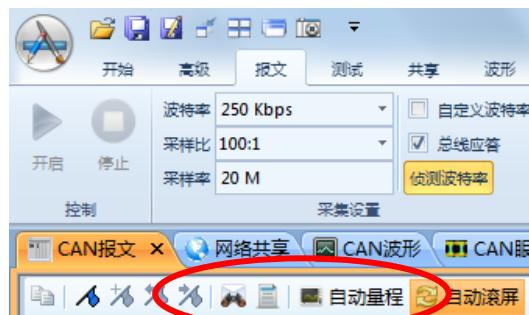

图 4.2 自动量程
2. 点击开启，然后点击自动量程，CANScope 自动匹配测量，如图 4.2 所示。